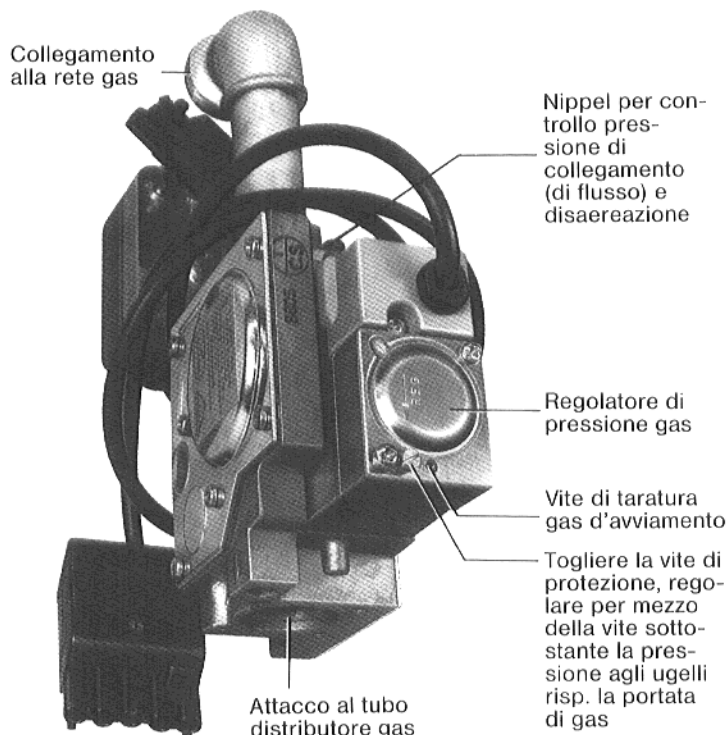

Fig. 8
Fig. 8 a
- Per la regolazione della portata di gas, con apparecchiatura "Honeywell" V 4905, VR 4905 E e "BM-Controls" 762 E 1 G, togliere la vite di protezione posta sopra la vite di taratura del regolatore di pressione gas (Fig. 8/9).